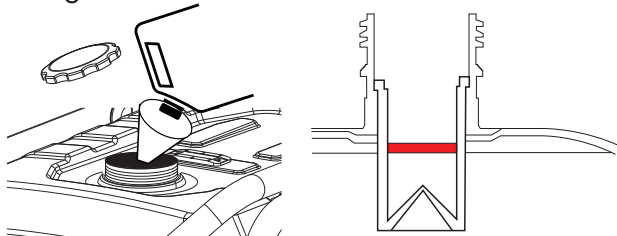

Abbildung 5: Maximaler Benzinfüllstand
6. Füllen Sie langsam Benzin in den Tank. Achten Sie sehr darauf, den Tank nicht zu überfüllen. Der Benzinstand sollte NICHT höher als der rote Ring sein (siehe Abbildung 5).